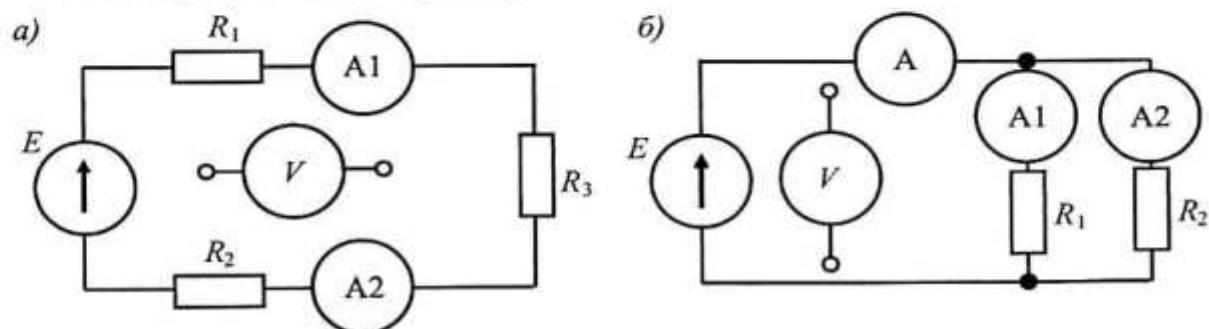

Рис. 2. Схема соединения приборов:
2. Собрать цепь согласно рис. 2, а.
4. Собрать цепь согласно рис. 2, б.